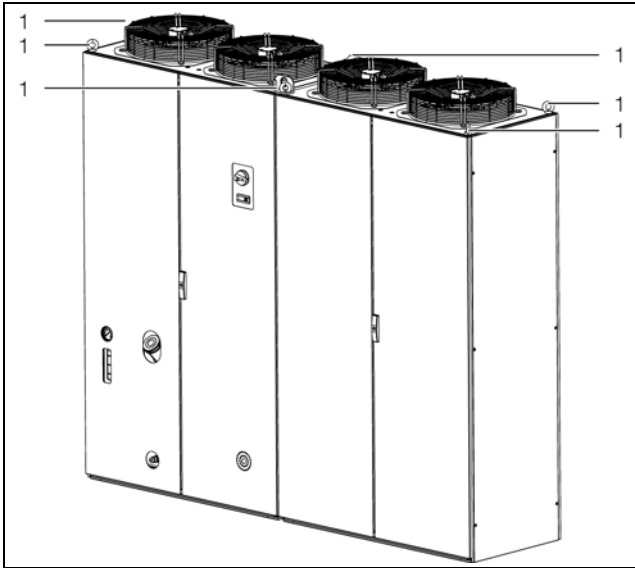

Рис. 22: Рым-болт для транспортировки (3335.890)
- Транспортируйте чиллер только на поставляемой вместе с ним палете или с помощью рым-болта (рис. с 19 по рис. 22, поз. 1).